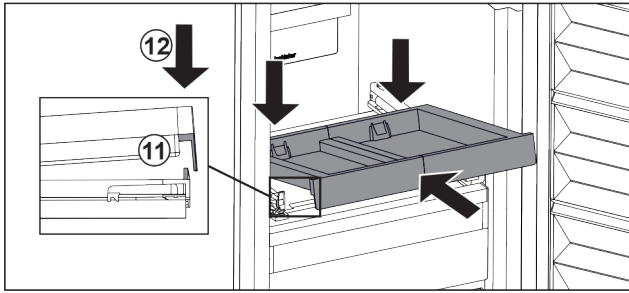

Fig. 122
- ▶ Tolja be ferdén. Ügyeljen arra, hogy az ütköző mindkét oldalon a fül mögé kerüljön. Fig. 122 (11)
- ▶ Helyezze le a kihúzható rácst elejét. Fig. 122 (12)